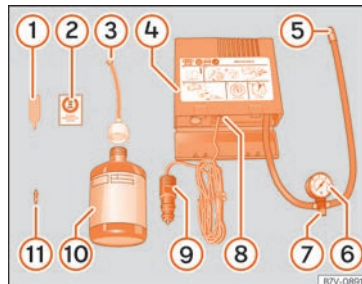

Fig.100 Representación estándar: contenido del kit antipinchazos.
» **fig. 100:**
Vuelva a enroscar el tubo de inflado » fig. 100 ⑤ y compruebe la presión en el manómetro ⑥.